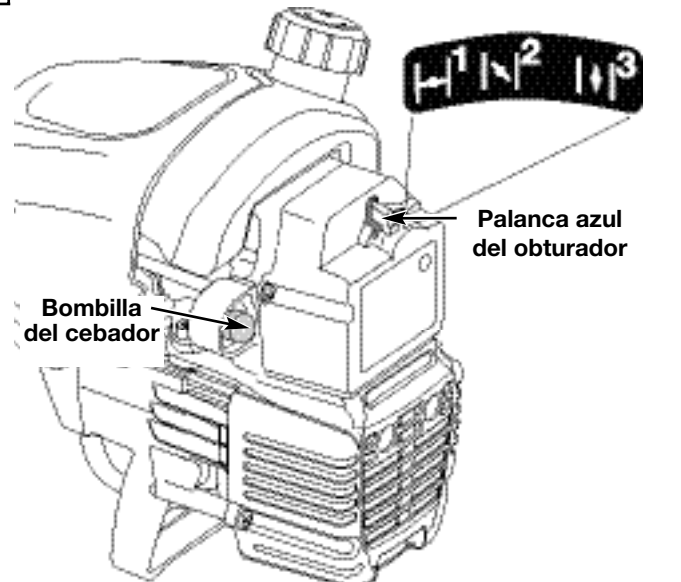

Fig. 7
8. Una vez que se haya calentado el motor, coloque la palanca azul del obturador en la **Posición 3** (Fig. 7). La unidad está lista para ser usada.
SI... el motor titubea, regrese la palanca del obturador a la Posición 2 (Fig. 7) y siga calentándolo.